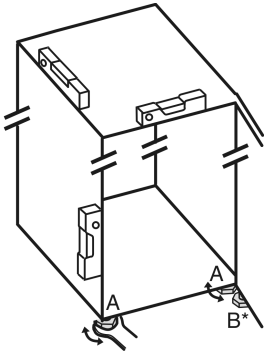

Fig. 34
- ▶ Відкручуйте ніжки Fig. 34 (A) наявним у комплекті гайковим ключем із відкритим зівом і за допомогою рівня, доки пристрій не стоятиме рівно на поверхні та його не буде вирівняно.
- ▶ Відкручуйте регульовану ніжку Fig. 34 (B) на опорному кронштейні наявним у комплекті гайковим ключем із відкритим зівом, доки вона не прилягатиме до підлоги.
- ▶ Поверніть регульовану ніжку Fig. 34 (B) ще на 90°.